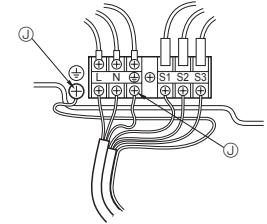

Fig. 7-2
7.1. Außenanlage (Fig. 7-1, Fig. 7-2)
① Die Bedienungsplatte abnehmen.
② Die Kabel gemäß der Fig. 7-1 und der Fig. 7-2 verdrahten.